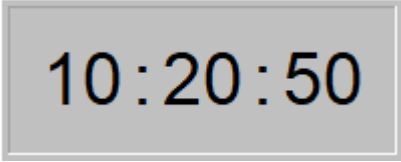

Рисунок 16. Текущее время.
- **Текущее время** – текстовое поле, в котором отображается текущее системное время (рисунок 16).